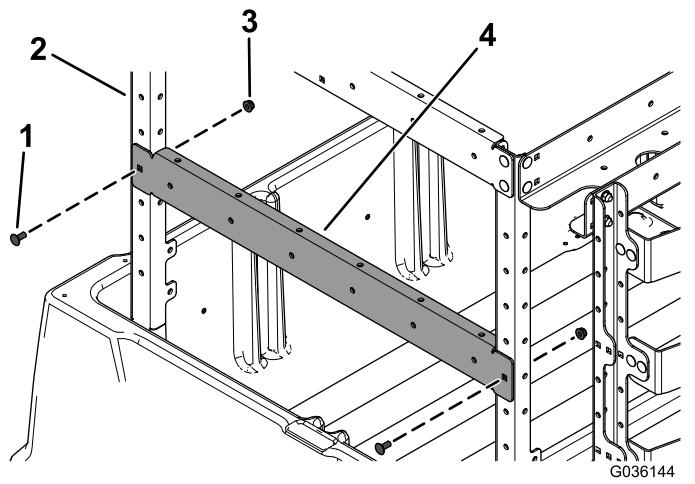

图 7
6. 如图 7 所示用 2 个托架螺栓 $5/16 \times 3/4$ 英寸和 2 个凸缘螺母 $5/16$ 英寸将前支撑托架每侧有 1 个孔安装到 2 个前立架支架。